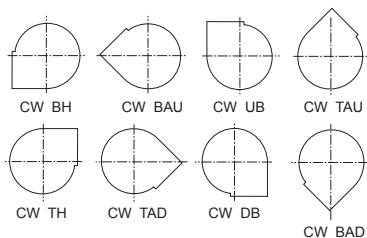

Figura 3
- Este ventilador Dayton se ensambla y se envía en la posición de tiro hacia arriba. Si desea otra posición, consulte la Figura 3 (vista desde el lado de transmisión) para conocer las posiciones de salida opcionales.